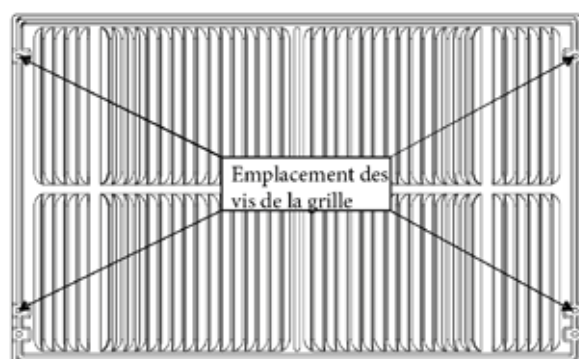

FIG. 2
4. Si l'unité n'a pas été pré-percée (certains modèles), percer soigneusement des trous 4 - $\frac{1}{8}$ " à travers la grille et dans la bride latérale de l'unité environ 1½" à 2" du haut et du bas comme dans les Fig. 2 et 3 (Veiller à ne pas percer les serpentins de l'échangeur de chaleur en cuivre.)